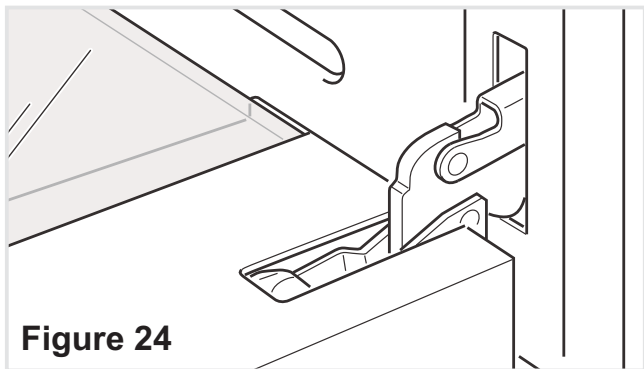

Figure 24
- Fully open the oven door (fig. 24).